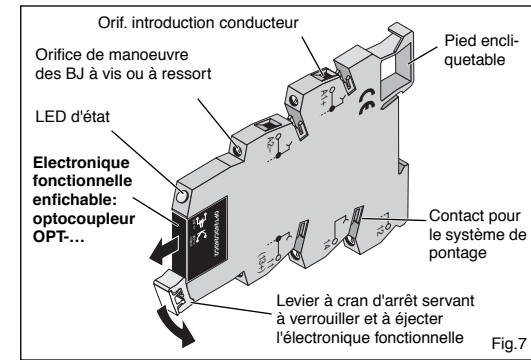

Fig.7
**4.1. Optocoupleur (Fig.7/8)**